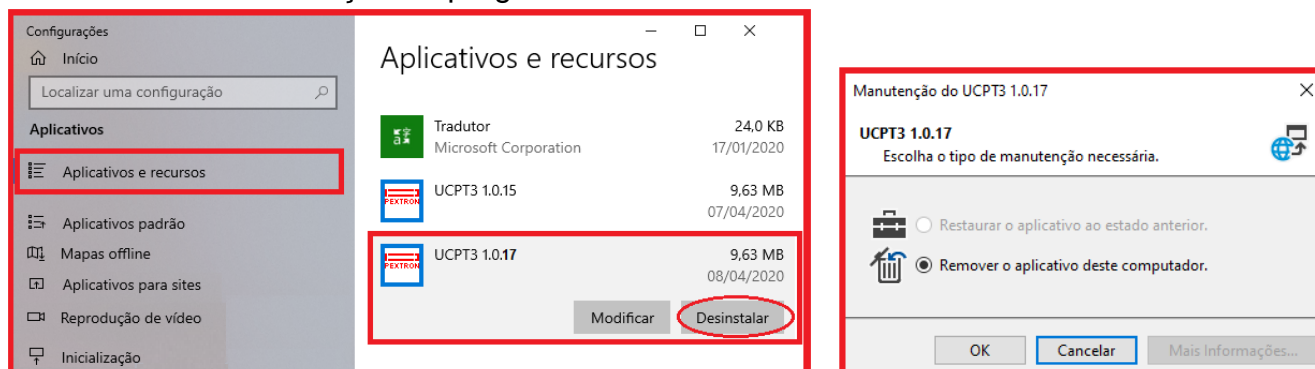

Figura 1: Desinstalação do programa
- ✓ Clique em **“Desinstalar ou alterar um programa”** conforme mostra a figura 1;